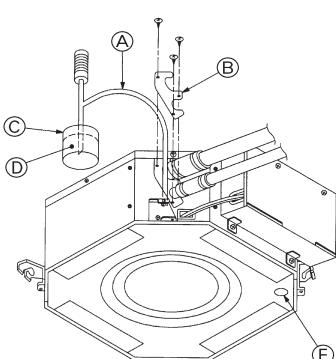

Fig. 6-3
- Στρέψτε το τηλεχειριστήριο προς την κατεύθυνση του δέκτη της εσωτερικής μονάδας ενώ εκτελέστε τις ενέργειες ② έως ⑦.
6.3. Έλεγχος αποχέτευσης (Fig. 6-3)